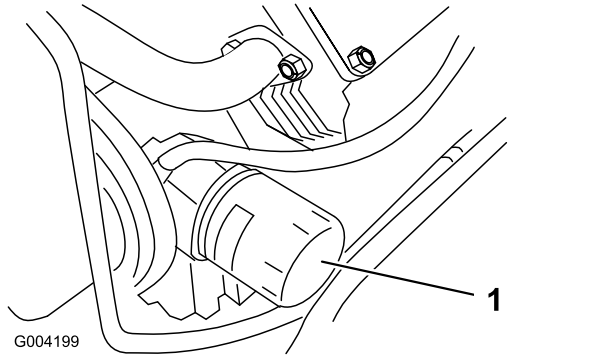

Рисунок 38
- Извлеките старый фильтр (Рисунок 38) и протрите поверхность прокладки переходника фильтра.